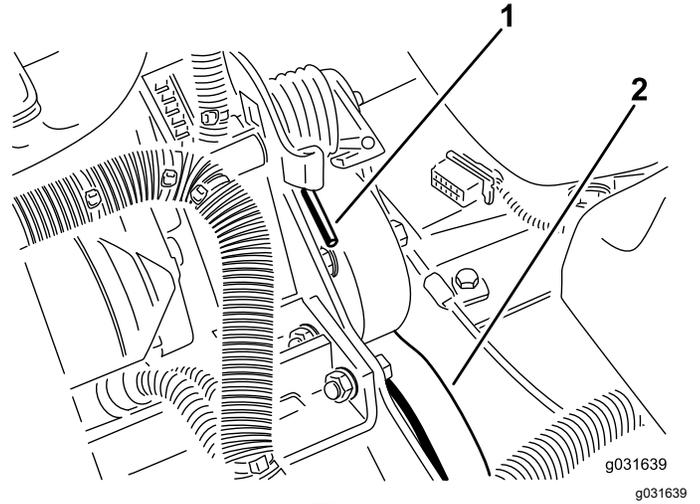

图 62
2. 向下向前按弹簧的端部将其从支架上脱开释放弹簧上的张紧力 图 62。